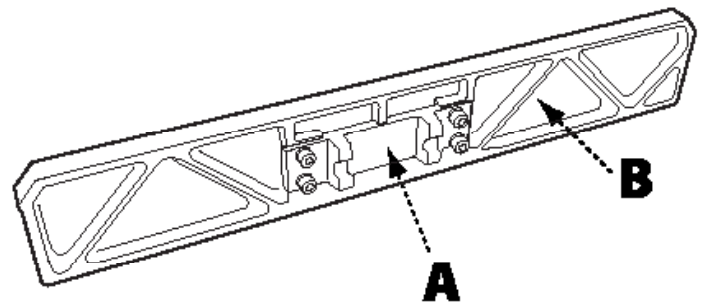

FIGURE 2
2. En consultant la Figure 2, faites glisser la pince à queue d'aronde (C) sur le support de fixation du guide (D) en veillant à ce que les sommets des deux broches de fond dans la pince soient au ras de la surface inférieure de la patte du support de fixation du guide. Fixez la pince à queue d'aronde sur le support de fixation du guide à l'aide de la poignée de blocage à ressort (E).